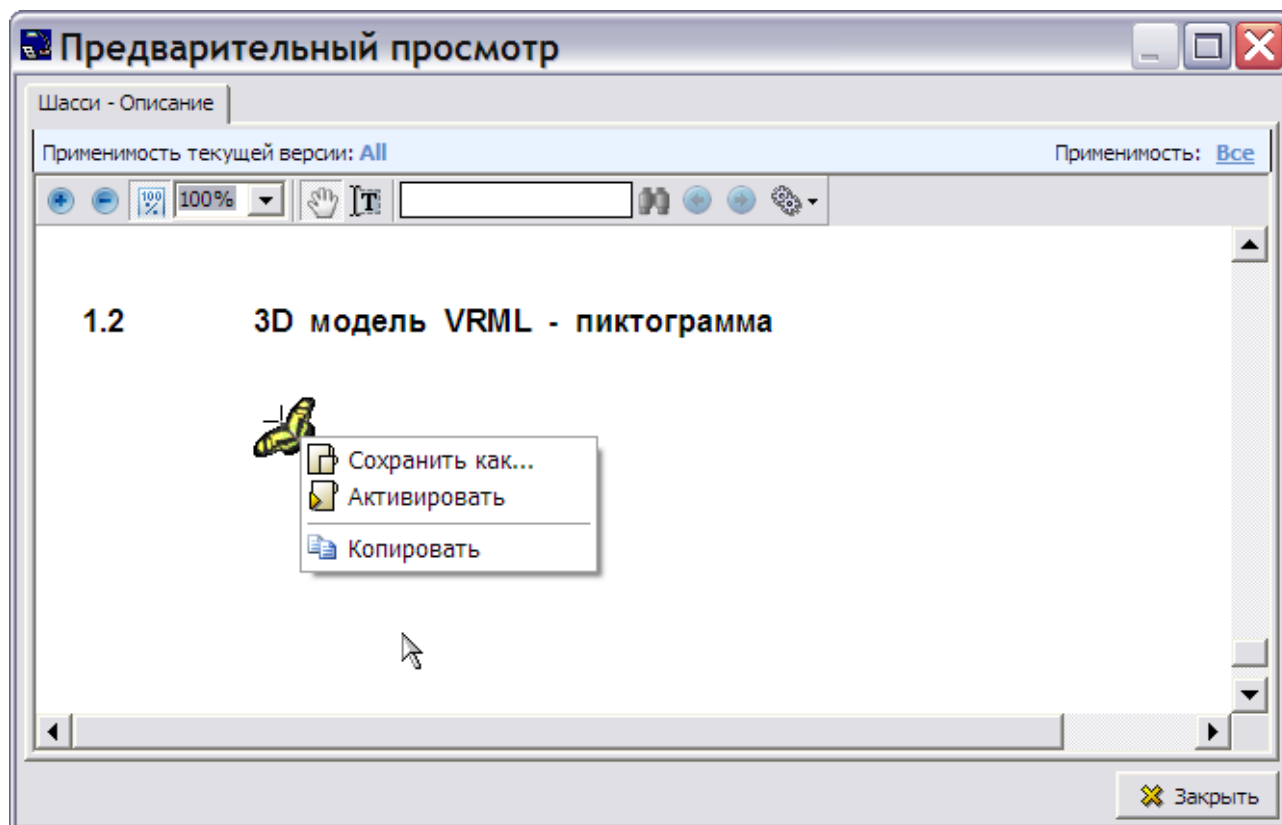

Рис. 5.201
1. На стандартной панели инструментов выберите инструмент **Просмотр** . При этом откроется диалоговое окно **Предварительный просмотр** с пиктограммой (Рис. 5.201).
2. Нажмите правой кнопкой мыши на пиктограмму. При этом появится меню, позволяющее сохранить объект, посмотреть его или копировать (Рис. 5.201).